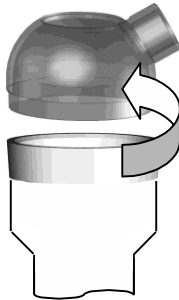

Bild 1
- Prüfen Sie, ob der Versorgungsschlauch (18) keine Knickstellen aufweist.
- Ziehen Sie die Verneblerhaube (8) vom Medikamentenbecher (11) ab, indem Sie beide Teile leicht gegeneinander verdrehen. *Bild 1*